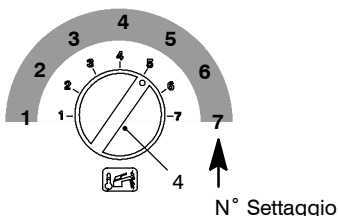

fig. 7.8
- 6 Per visualizzare il settaggio impostato tenere premuto il pulsante di ripristino 6 in fig. 7.6 per circa 5 secondi. Le spie di segnalazione 3 in fig. 7.6 lampeggeranno un numero di volte pari al settaggio (fig. 7.8).
- 7 Per cambiare il settaggio ruotare la manopola regolazione temperatura sanitari 4 in fig. 7.6 e posizionarla nella **posizione** prescelta fig. 7.8 vedi anche tab. 7.5 (nella figura es. manopola settata per **posizione 5**), la lampada di segnalazione blocco 7 in fig. 7.6 lampeggia velocemente.